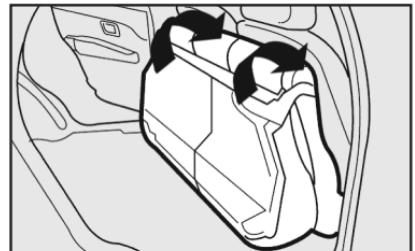

fig. 98
1) Empuje hacia atrás el asiento trasero completo utilizando los asientos **A**-fig. 98.